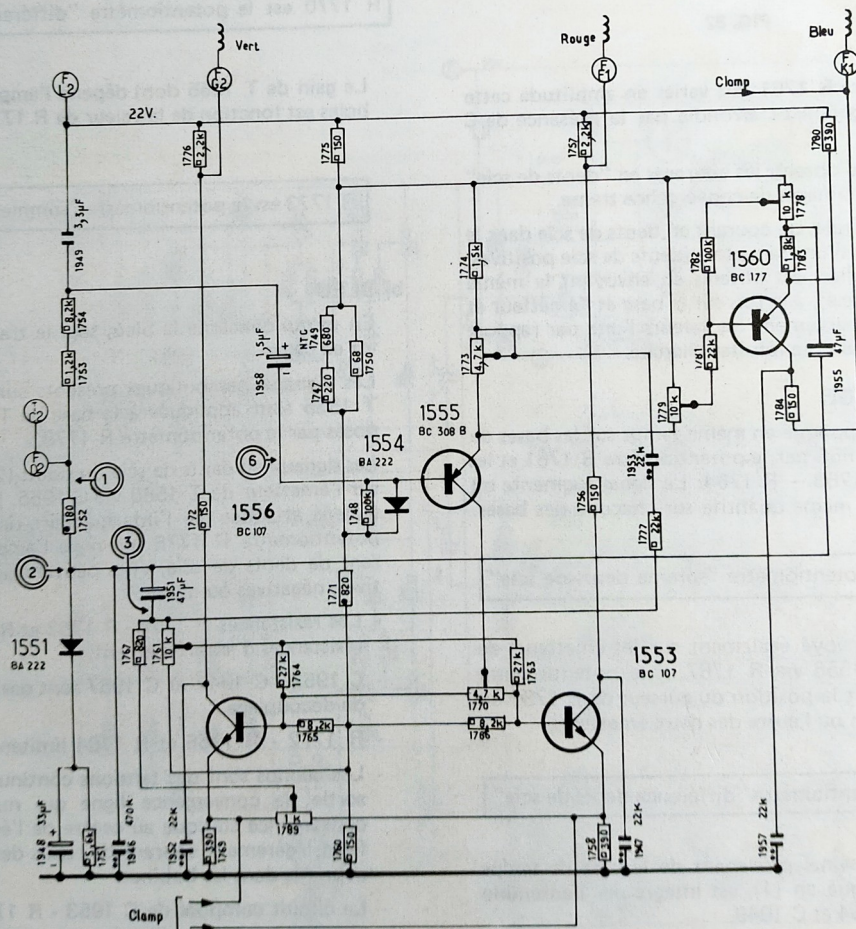
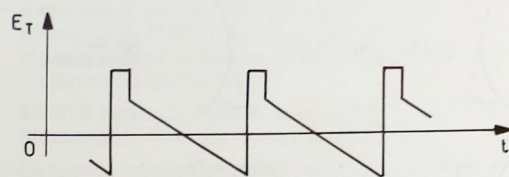

FIG. 79
FIG. 80
- La Figure 79 représente le schéma général du bloc de convergence trame pour les 3 couleurs (3 canons).
- Les signaux issus de la base de temps trame ont la forme représentée Figure 80; ils sont appliqués sur le point (1) de la Figure 79.